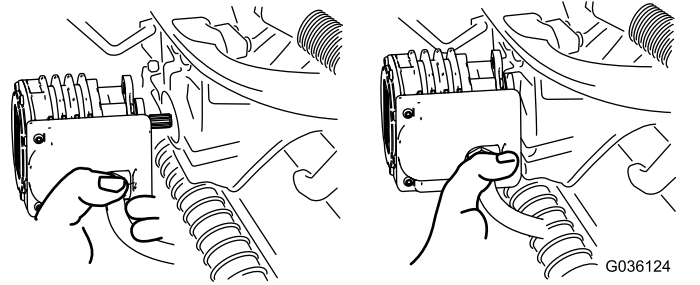

Figure 57
4. Amenez le moteur à la position de rangement sur l'avant du bras de suspension (Figure 57).